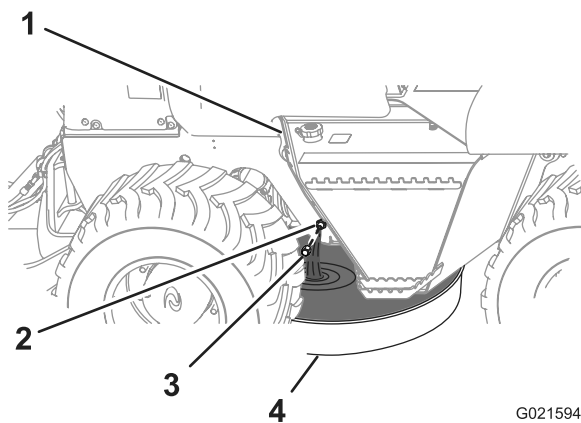

Figure 44
3. Placez un bac de vidange d'au moins 8,4 L (8,9 ptes américaines) de capacité sous le raccord de vidange d'huile moteur (Figure 44).
4. Enlevez le bouchon du raccord de vidange et vidangez complètement l'huile moteur (Figure 44).
6. Remettez le bouchon sur le raccord de vidange (Figure 44).
1. Enlevez le bouchon du goulot de remplissage d'huile en le tirant vers le haut (Figure 44).